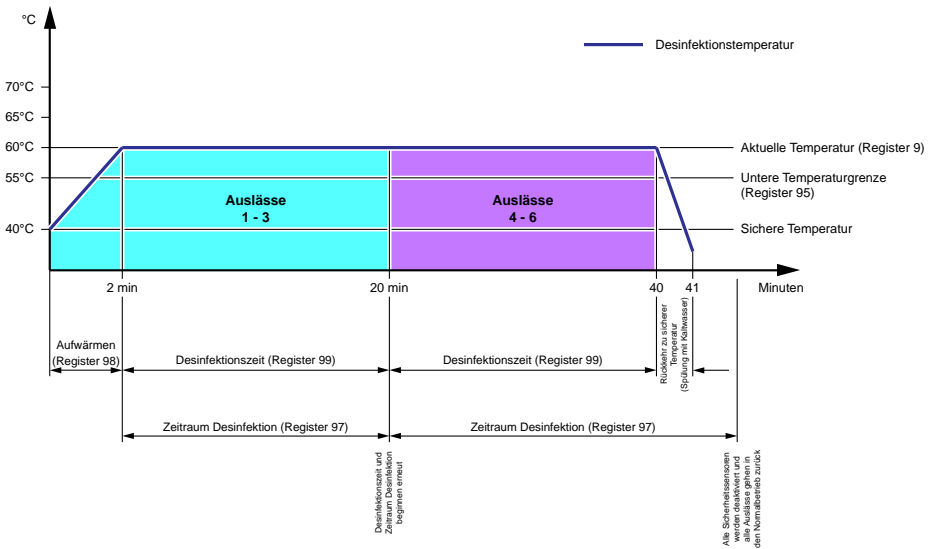
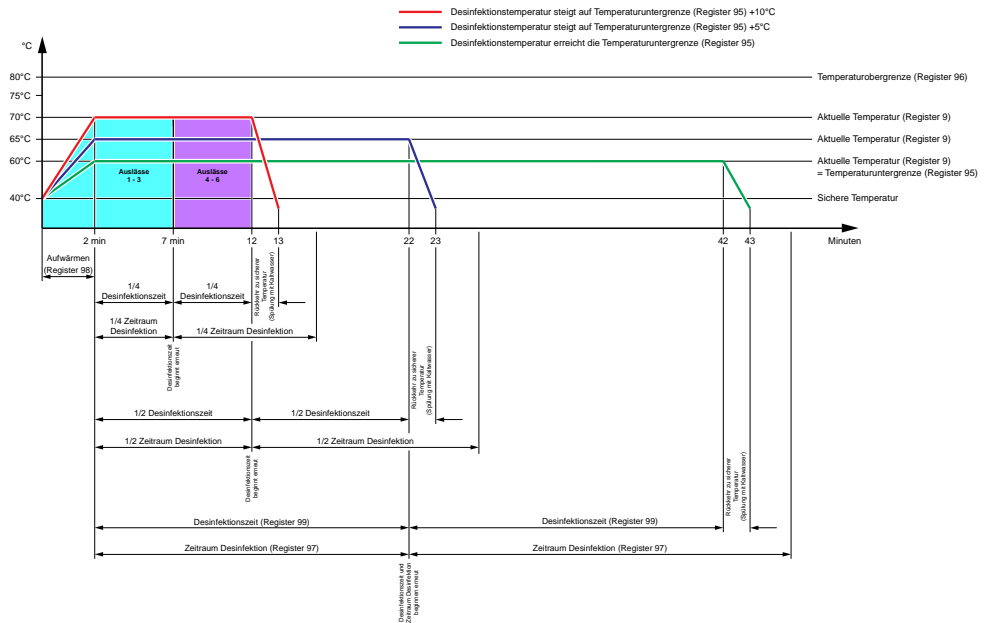

Abbildung 14:
Abbildung 15:
Bei der STANDARD-Variante wird die thermische Desinfektion strikt nach den vorgegebenen Einstellungen für Temperatur und Zeit durchgeführt (siehe auch **Abbildung 14**). Es werden 3 Auslässe gleichzeitig und mit vollem Wasserfluss desinfiziert.
einer Temperatursteigerung um jeweils 5°C über der **“Disinfection Temperature Bottom Limit”** (Temperaturuntergrenze) wird die Zeit für die thermische Desinfektion halbiert (siehe hierzu auch **Abbildung 15**). Wenn die Temperatur während der thermischen Desinfektion über die **“Disinfection Temperature Top Limit”** (Temperaturobergrenze) steigt, wird die Zeit nicht weiter reduziert. Es werden 3 Auslässe gleichzeitig und mit vollem Wasserfluss desinfiziert.
Siehe hierzu auch Abbildung 14 für STANDARD und Abbildung 15 für EXPONENTIAL.
- Die Wassertemperatur erreicht nicht die vorgegebene **“Disinfection Temperature Bottom Limit”** (Temperaturuntergrenze) innerhalb der **“Disinfection Warm Up Time”** (Aufwärmzeit) , siehe auch hierzu Abbildung 14 und Abbildung 15.
- Die **“Disinfection Temperature Bottom Limit”** (Temperaturuntergrenze) kann während der **“Disinfection Timeout”** (Zeitdauer für die Desinfektion), nicht eingehalten werden siehe hierzu auch Abbildung 14 und Abbildung 15.